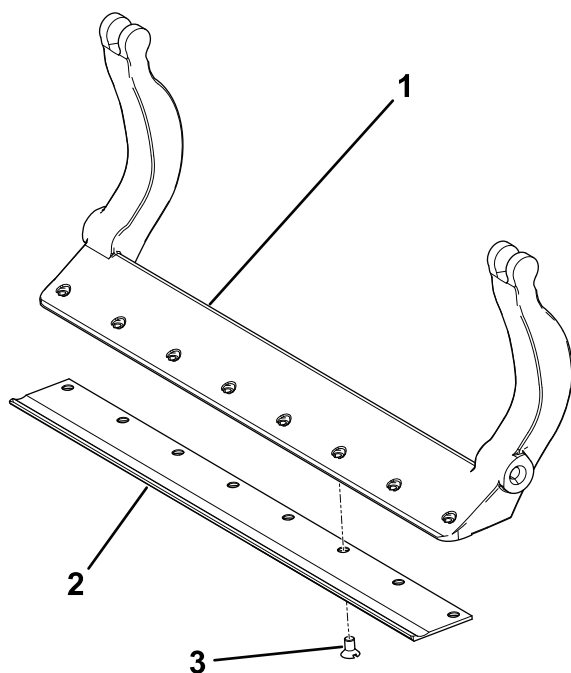

図 33
3. ベッドナイフ固定ボルトに固着防止パウンドを塗ってベッドナイフをベッドバーに固定する図 33。